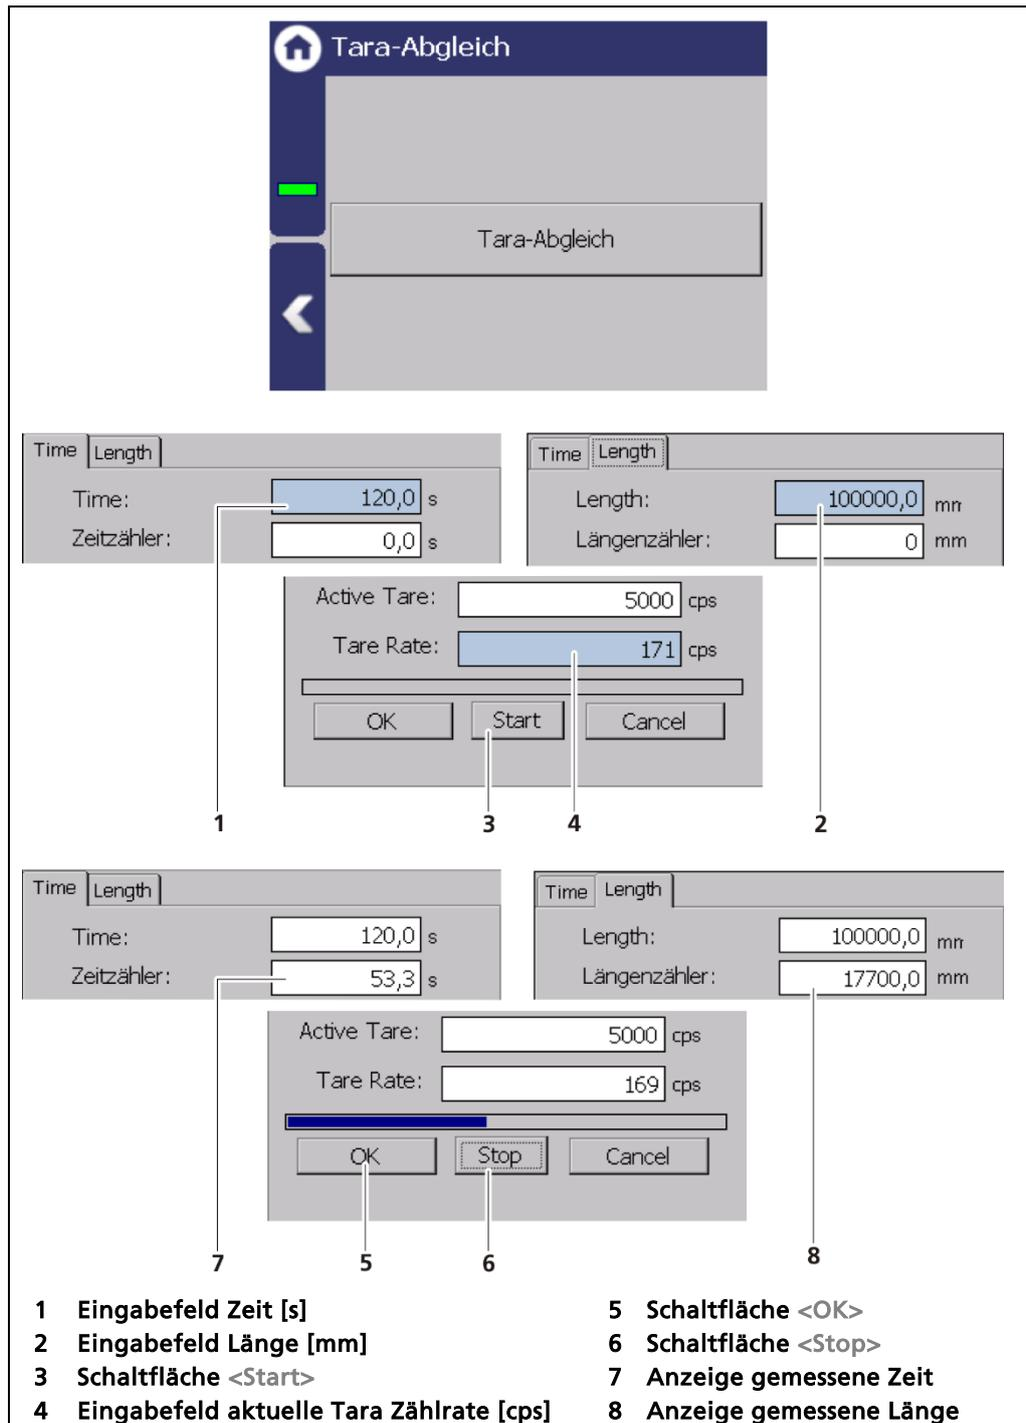

Abb. 146 Tara-Abgleich
- Taramessung bei Zeitvorgabe (Abb. 146, Pos.1)
- Taramessung bei Bandlängenvorgabe (Abb. 146, Pos.2)
Die Messung kann mit der Schaltfläche <Stopp> (Abb. 146, Pos.6) abgebrochen werden. Die bis zum Zeitpunkt des Abbruchs ermittelten Werte können übernommen werden.
Der Wert der Taramessung kann manuell eingegeben werden (Abb. 146, Pos.4), falls die Zählrate der Tarierung bekannt ist.
3. Geben Sie ein Vielfaches der Zeit für den Umlauf in das Eingabefeld (Abb. 146, Pos.1) ein.
- ▶ Die Taramessung wird durchgeführt und die gemessene Zeit (Abb. 146, Pos.7) wird angezeigt.
5. Klicken Sie auf die Schaltfläche <OK> (Abb. 146, Pos.5) um die Taramessung zu speichern.
3. Klicken Sie auf die Schaltfläche <Start> (Abb. 146, Pos.3) um die Taramessung zu starten.
4. Klicken Sie auf die Schaltfläche <OK> (Abb. 146, Pos.5) um die Taramessung zu speichern.